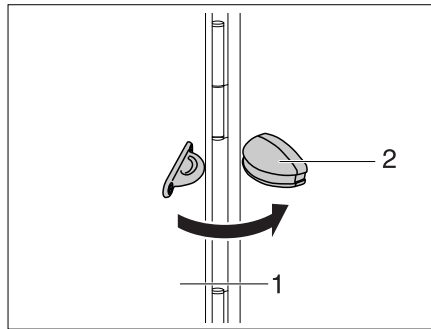

Bild 54 Feststeller Außenklappe
- Die Außenklappe (Bild 54,1) öffnen und gegen die Wand des Fahrzeugs klappen.
- Die Außenklappe in den Feststeller (Bild 54,2) drücken.
- Die Außenklappe (Bild 54,1) mit einem kräftigen Zug aus dem Feststeller (Bild 54,2) ziehen.